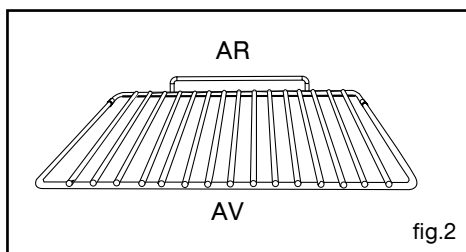

fig.2
• *Grille sécurité anti-bascullement fig.2*